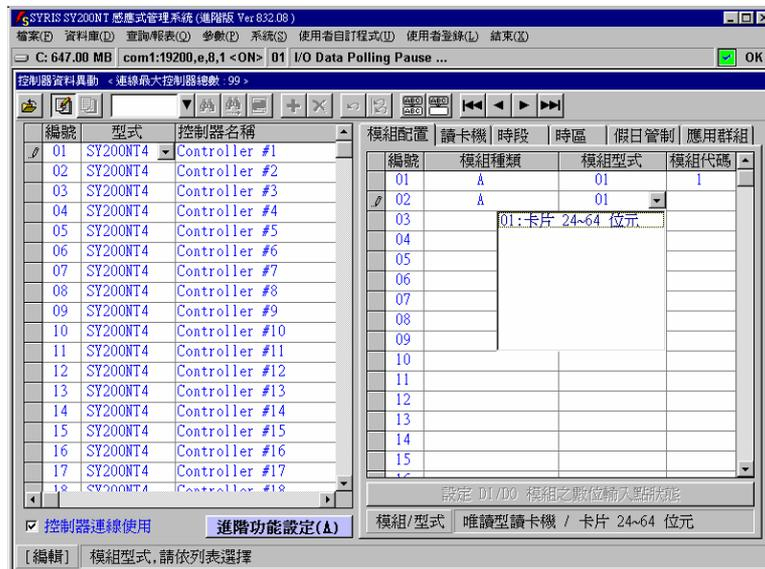

图 3-2 模块型式选择表
3. 点选”模块型式”之  选择所接模块种类型式，如图 3-2 所示。